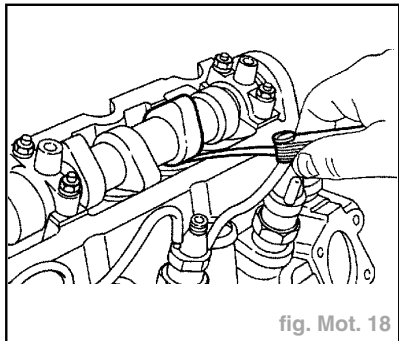

fig. Mot. 18
- relever avec une jauge d'épaisseur le jeu de la soupape d'échappement du cylindre n°1 (fig. Mot. 18),